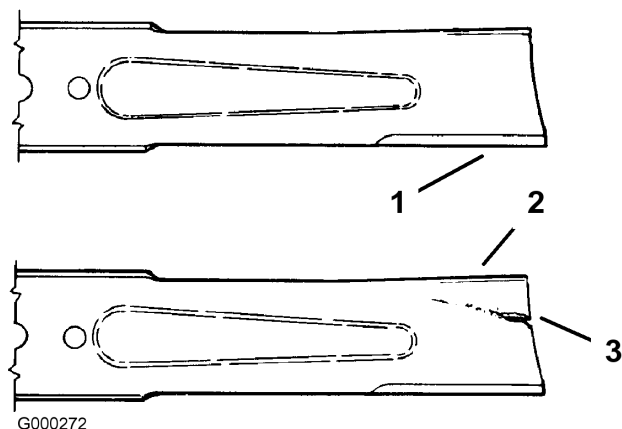

Figura 47
1. Inspeccione los filos de corte (Figura 47). Si los bordes no están afilados o tienen muescas, retire las cuchillas y afíelas. Consulte Afilado de las cuchillas.
2. Inspeccione las cuchillas, especialmente la parte curva (Figura 47). Si observa daños, desgaste o la formación de una ranura en esta zona (elemento 3 en la Figura 47), instale de inmediato una cuchilla nueva.